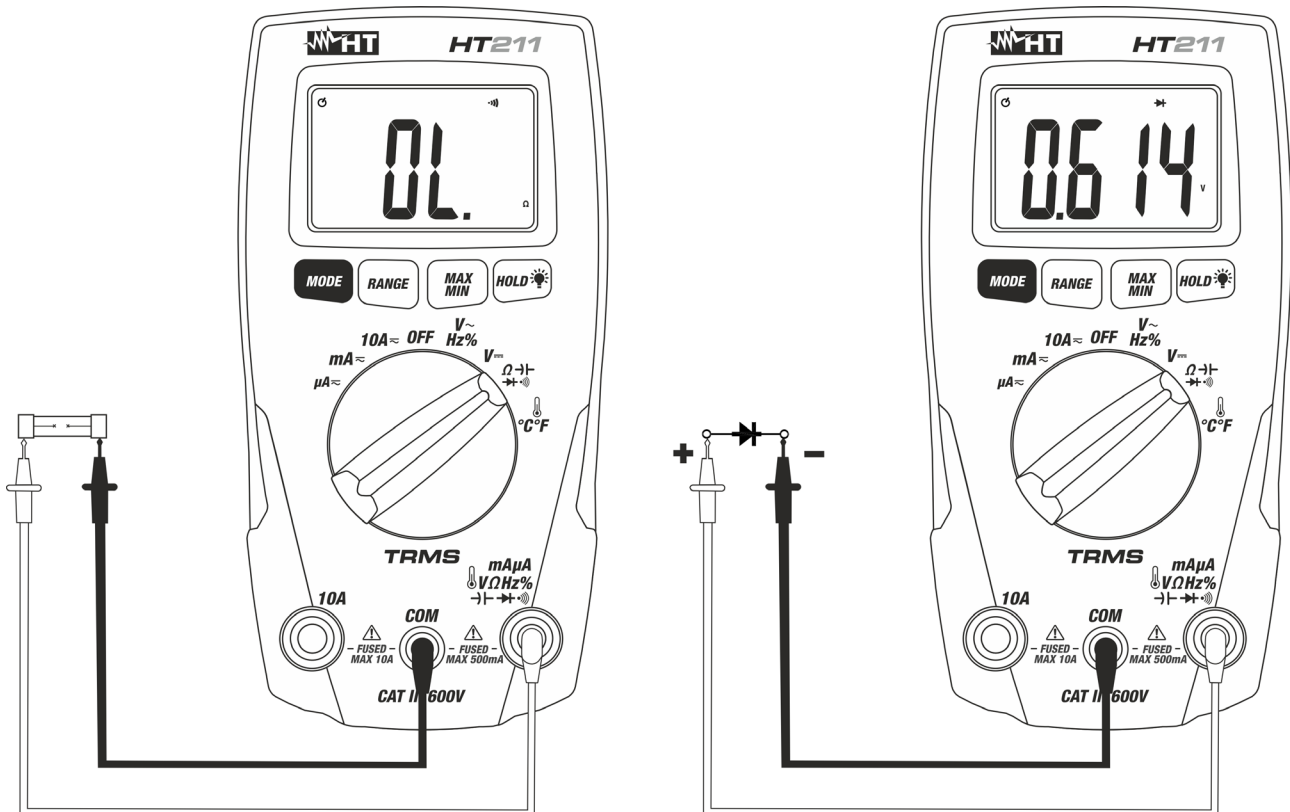

Abb. 6: Diodentest und Durchgangsprüfung
4. Verbinden Sie die Messleitungen mit der zu testenden Diode unter Berücksichtigung der Polarität (siehe Abb. 6 – rechte Seite). Der Spannungsgrenzwert wird in mV angezeigt